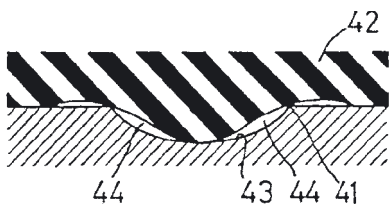

Рисунок 4
- В случае 1 уплотнение получается 100% уплотнение. В случаях 2 и 3 в одном получается позитивный результат, в другом негативный в зависимости от того, какая спираль сильнее. В случае 4 всегда в результате будет неплотность. Для обеспечения положительного насосного эффекта, контактная поверхность должна быть оснащена спиралью, которая своим восхождением достигнет большего насосного эффекта, чем спираль V-образного кольца. Этот принцип можно использовать лишь тогда, когда вал вращается только в одном направлении. Спираль можно создать, например, с помощью точения. Таким образом, соблюдается профиль, указанный на рис. 4.